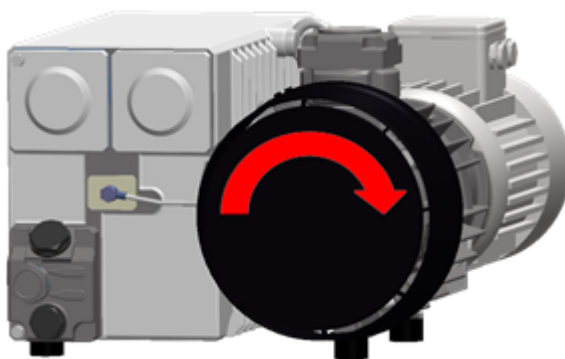

Abbildung 7: Rotationsrichtung der Vakuumpumpe
4. Prüfen Sie die korrekte Rotationsrichtung der Pumpe des Dreiphasenmodells. Vgl. *Abbildung 7: Rotationsrichtung der Vakuumpumpe* auf Seite 33.